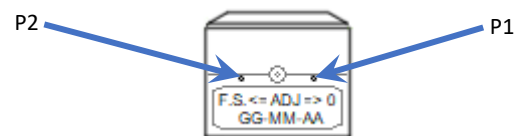

Fig. 3
- Se la misura non è prossima a 0 ppm, nel caso sia collegato al data logger, o a 4 mA, se collegato all'amperometro, è necessario procedere alla regolazione del valore ruotando il trimmer P1 (vedi Fig. 3), accessibile dopo aver rimosso il grano di protezione con un piccolo cacciavite a taglio.
- Se la misura risulta diversa da 20 ppm, nel caso sia collegato al data logger, o a 20 mA, se collegato all'amperometro, è necessario procedere alla regolazione del valore ruotando il trimmer P2, accessibile dopo aver rimosso il grano di protezione (vedi Fig. 3) con un piccolo cacciavite a taglio. Qualora il riferimento fosse diverso da 20 ppm, utilizzare la seguente formula per calcolare il corrispondente valore in corrente:
- If the measurement is not close to 0 ppm, when connected to the data logger, or to 4 mA when connected to the ammeter, it is necessary to adjust the value by turning the trimmer P1 (see Fig. 3), accessible after removing the protective screw with a small flat screwdriver.
- If the measurement is different from 20 ppm, in the case it is connected to the data logger, or 20 mA if connected to the ammeter, it is necessary to adjust the value by turning the trimmer P2, accessible after removing the protective screw (see Fig. 3) with a small flat screwdriver.